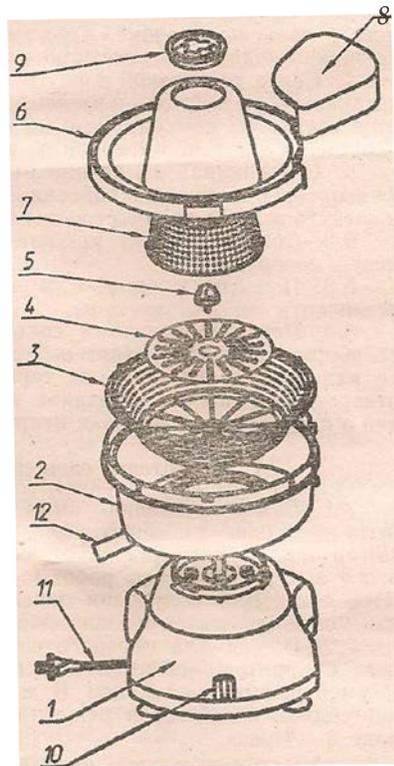

Рисунок 1.
5.1. Соковыжималка состоит из следующих основных частей (см. рисунок 1):
6.1. Перед работой новой соковыжималки или после длительного хранения соковыжималку следует разобрать по рис. 1, промыть детали в соответствии с разделом 8 и вновь собрать.
| 3. Сильная вибрация, приводящая к смещению соковыжималки по опорной поверхности       | Не установлена коническая терка  | Проверить правильность сборки соковыжималки согласно рис. 1.  |